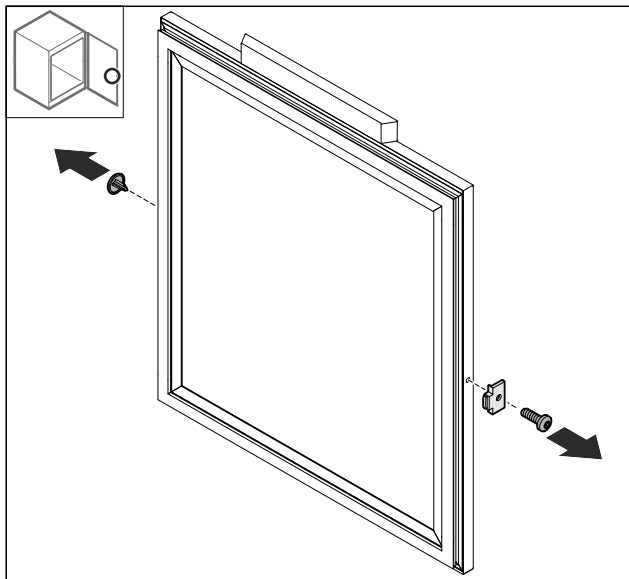

Fig. 69
- Ta bort skyddet Fig. 69 (1).
- Demontera dörrstoppet Fig. 69 (2).